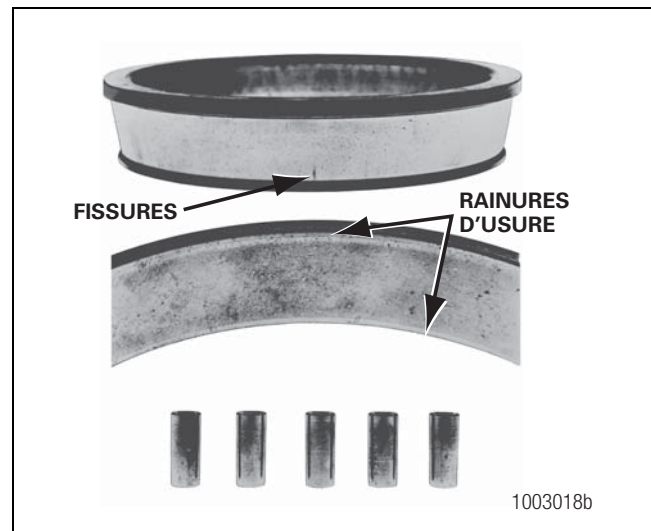

Figure 5.2
- La surface de la bague, du cône intérieur ou des rouleaux présente des fissures profondes ou des cassures. Figure 5.2.